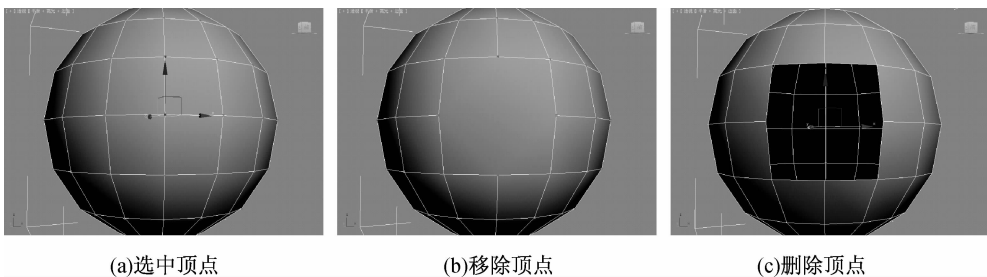

图 5-28 移除和删除顶点 ▲
- 移除：删除选中的顶点并能保持连接该顶点面的完整性，如果使用 Delete 键删除顶点，则连接该顶点的多边形也会被删除，这样就在网格中创建了一个洞，如图 5-28 所示。